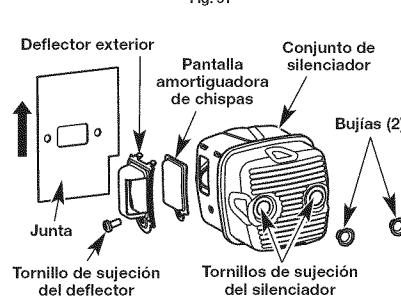

Fig. 52
- Use una llave Torx T27 para sacar los dos tornillos de retención del silenciador (Fig. 52).
- Inserte los dos tornillos de retención del silenciador en el conjunto de silenciador. Coloque la junta detrás del conjunto de silenciador, de modo que los dos tornillos de retención del silenciador pasen a través de los dos agujeros de la junta. Cerciórese de que el extremo estrecho de la junta mire hacia la parte inferior del conjunto de silenciador (Fig. 52). Inserte el conjunto de silenciador y la junta en la cavidad en la parte frontal de la unidad, de modo que los tornillos queden alineados con los dos agujeros de los tornillos en la cavidad delantera. Apriete los tornillos de retención del silenciador a un par de 80 a 90 pulg/lbs. Si fuera necesario, mientras apriete los tornillos, sujeté la junta desde el lado con un par de alicates de punta larga. Si necesita ayuda para alcanzar el par de apriete adecuado, lleve la unidad a un distribuidor de servicio autorizado.